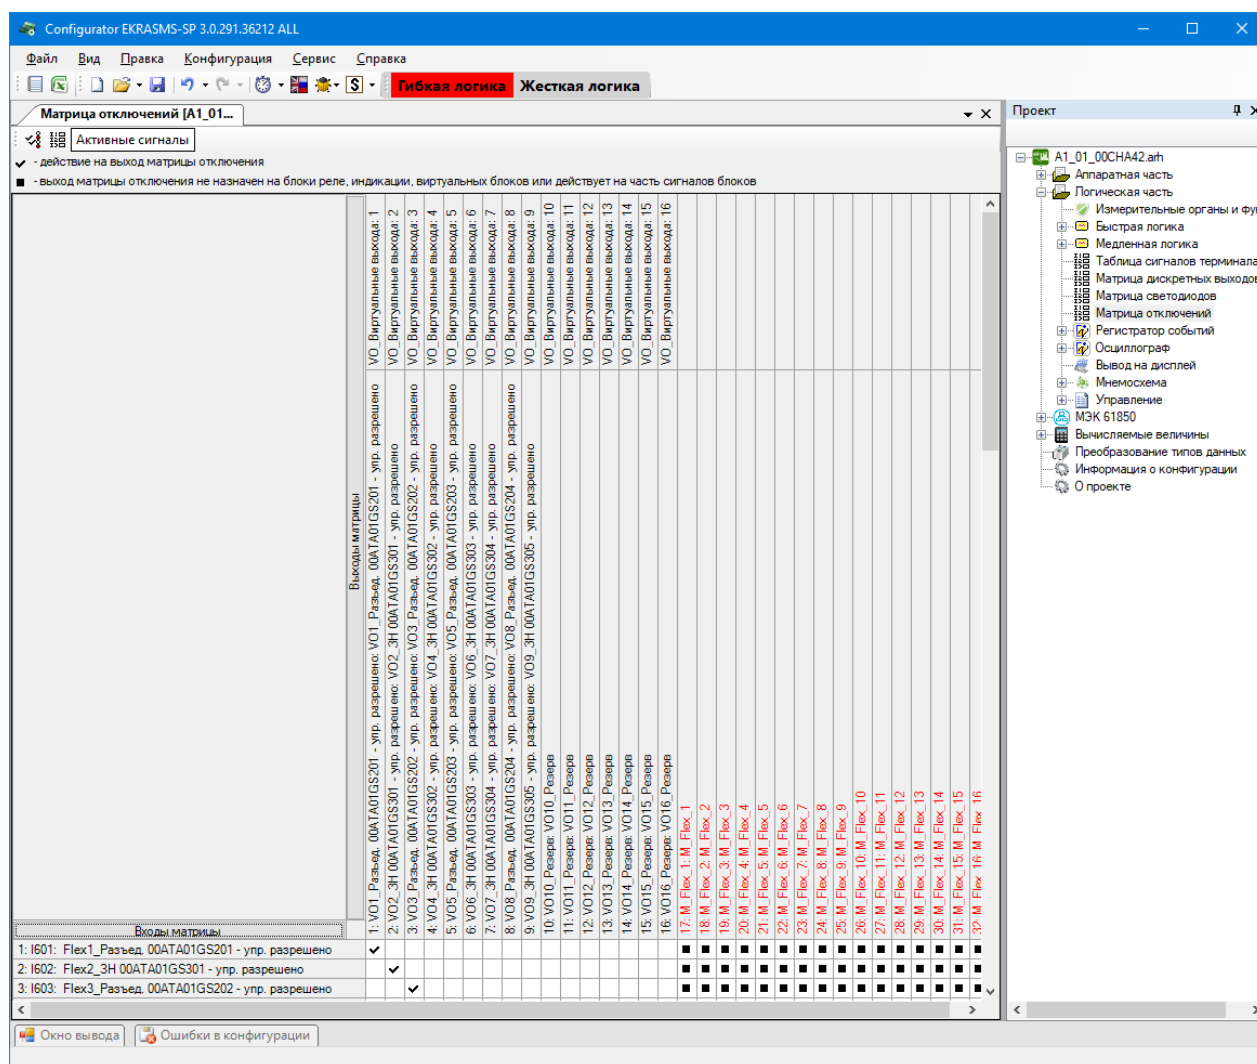

Рисунок 4.112
4.6.5.3.1 Окно **Матрица отключений** (см. рисунок 4.112), пункт меню «дерева» проекта **Логическая часть** → **Матрица отключений**, представляет собой компактный вид записи матриц выходных цепей и индикации. Принцип ее работы заключается в создании цепей отключения – групп выходных цепей, на которые будет подан одинаковый сигнал. В выходные цепи могут входить как реле блоков выходов, так и светодиоды блоков индикации. Такая группировка существенно сокращает запись матрицы.